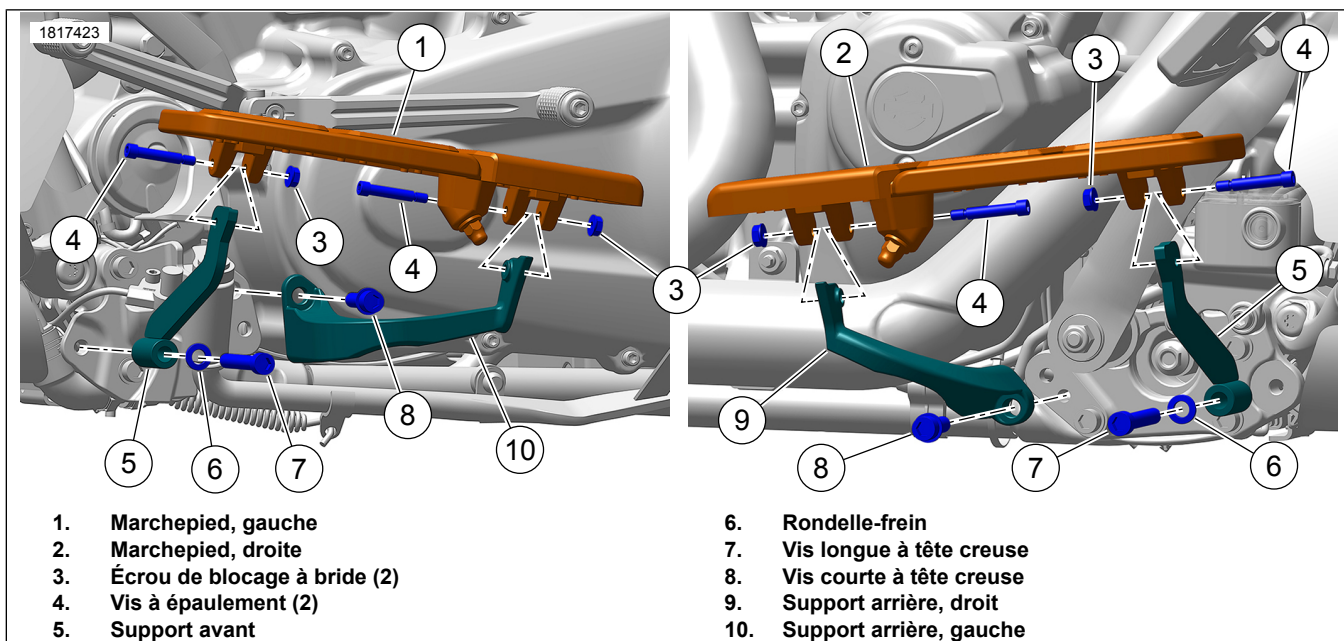

Figure 2. Marche pieds pilote (les quantités indiquées s'appliquent à chaque marche pied)
1. Voir la figure 2. Retirer les écrous autobloquants à embase (3) et les vis à épaulement (4) du dessous du marchepied (1, 2). Conserver les écrous autobloquants.
3. Retirez la vis à tête creuse hexagonale (7), la rondelle-frein (6) et les supports avant (5) des deux côtés. Nettoyer les filetages et conserver les vis à tête creuse hexagonale.
1. Voir la figure 2. Appliquer du frein filet sur les filets de vis (7).
3. Voir la figure 2. Installer la rondelle-frein (6) et la vis à tête creuse hexagonale (7). Serrer.
4. Voir la figure 2. Installer le marchepied gauche (1) sur les supports avant Équipement d'origine (Équipement d'origine) (5), les vis à épaulement (4) et les écrous à embase Équipement d'origine (3) enlevés précédemment. Serrer.
5. Voir la figure 2. Installer le marchepied droit (2) sur supports avant Équipement d'origine (5), les vis à épaulement (4) et les écrous à embase Équipement d'origine (3) enlevés précédemment. Serrer.